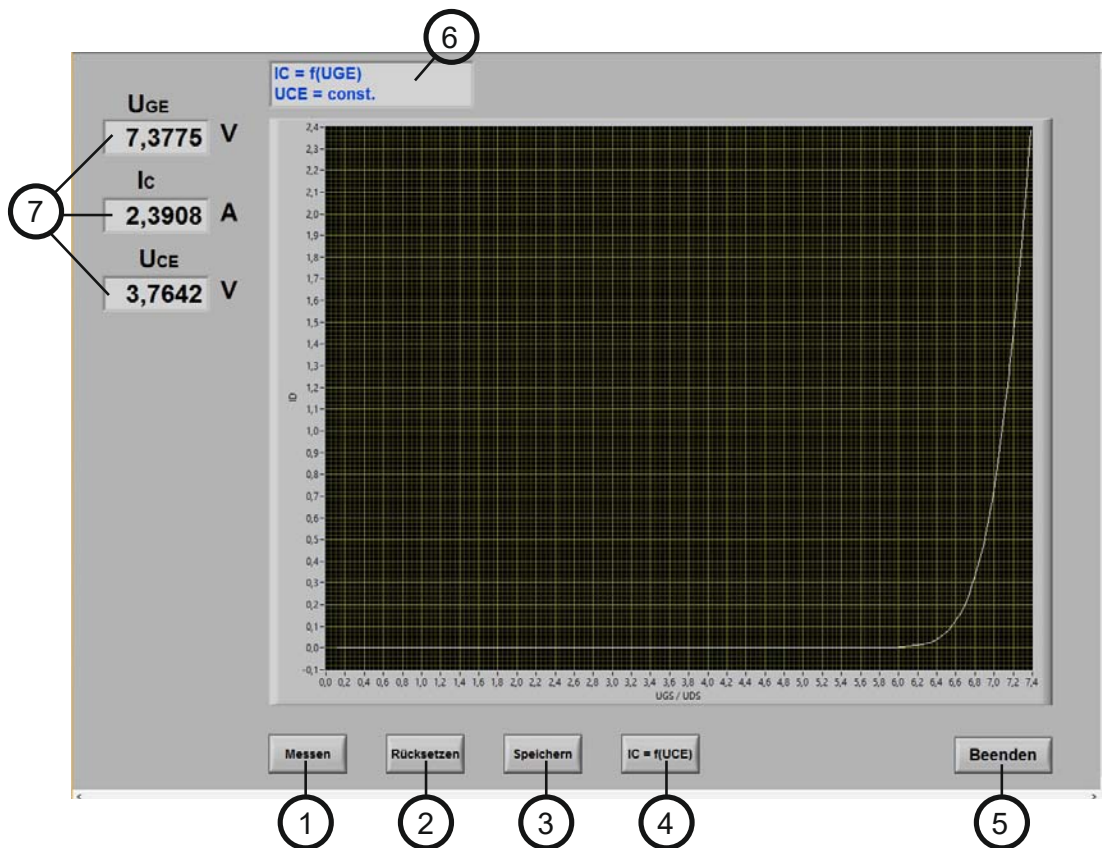

Bild 5
- Die Lage der Bedienelemente des Messwerterfassungsprogrammes ist aus Bild 5 ersichtlich.
- Mit Hilfe des Schalters (4) kann zwischen der Übertragungskennlinie  $I_C = f(U_{GE})$  und der Ausgangskennlinie  $I_C = f(U_{CE})$  gewählt werden. Der gewählte Modus wird im Fenster (6) angezeigt.
- Durch Betätigen des Schalters (1) Messen werden die im Fenster (7) angezeigten Messwerte in den Speicher übernommen und auf dem Diagramm ausgegeben.
- Der Schalter Rücksetzen (2) löscht alle bisher gespeicherten Messwerte, so dass eine neue Messreihe begonnen werden kann.
- Nach Beendigung der Messreihe, Messwerte durch Drücken des Schalters (3) speichern